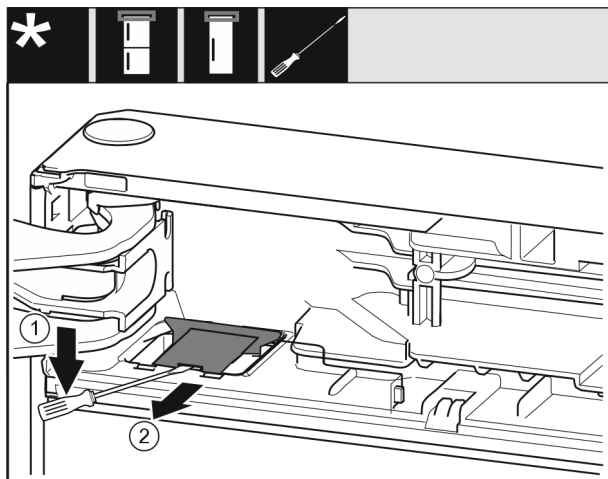

Fig. 11
► Avec un tournevis plat détacher et garder le cache. Fig. 11 (1)
► Sortir le cache. Fig. 11 (2)